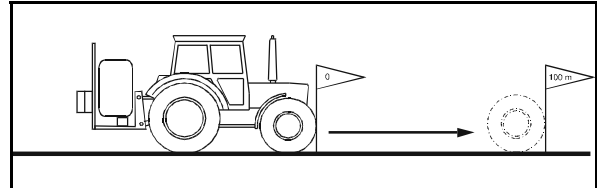

Fig. 13
2. Markieren Sie Anfangs- und Endpunkt (Fig. 13).